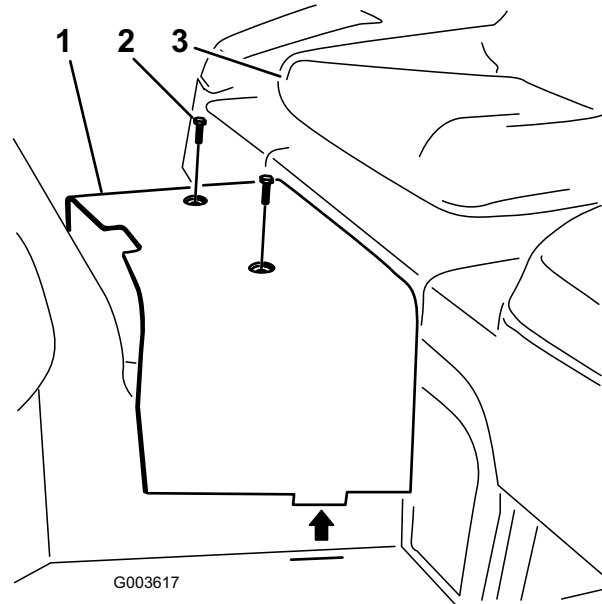

Bild 2
4. Nehmen Sie die Sechskantschrauben ab, mit denen das mittlere Abdeckblech am Rahmen befestigt ist (Bild 2). Nehmen Sie das Abdeckblech ab und bewahren Sie es auf.